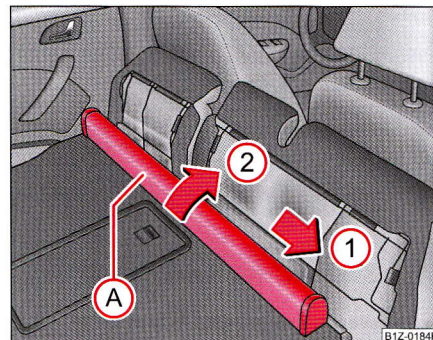

Fig. 88 Scaunele din spate: Carcasa peretelui despărțitor
- Împingeți carcasa peretelui despărțitor (A) ⇒ fig. 88 în sensul săgeții ① și scoateți-o din spătarul scaunelor din spate în sensul săgeții ②.